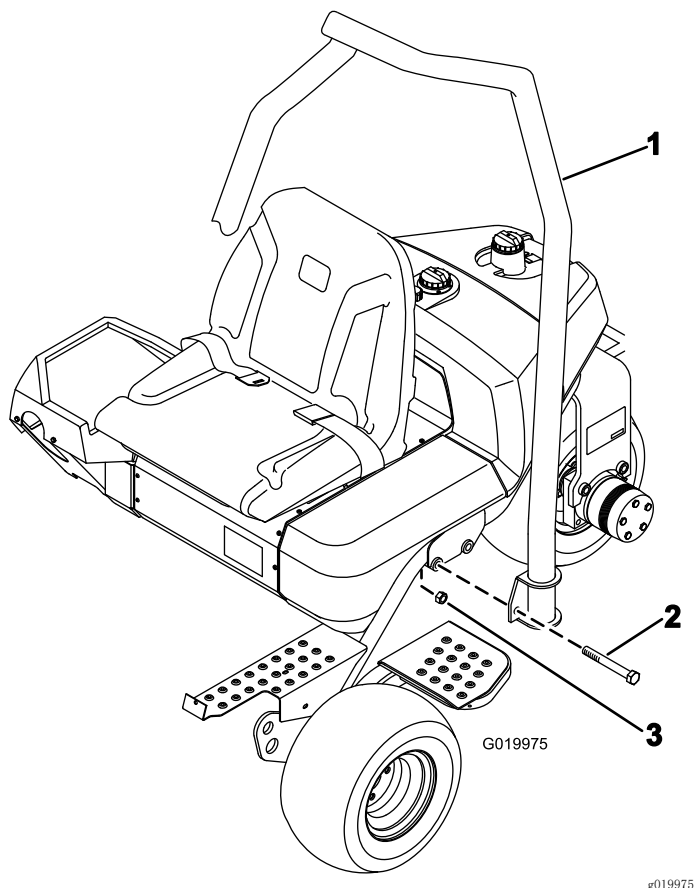

图 4
1. 调整翻车保护杆的位置，使钢管的顶部弯向机器前面（图 4）。
2. 将翻车保护杆放低到机架上，使其与安装孔对齐（图 4）。
3. 如图 4 所示，用 2 个螺栓 ( $\frac{5}{8}$  x  $4\frac{1}{2}$  英寸) 和锁紧螺母将翻车保护杆的两侧固定到机架上。